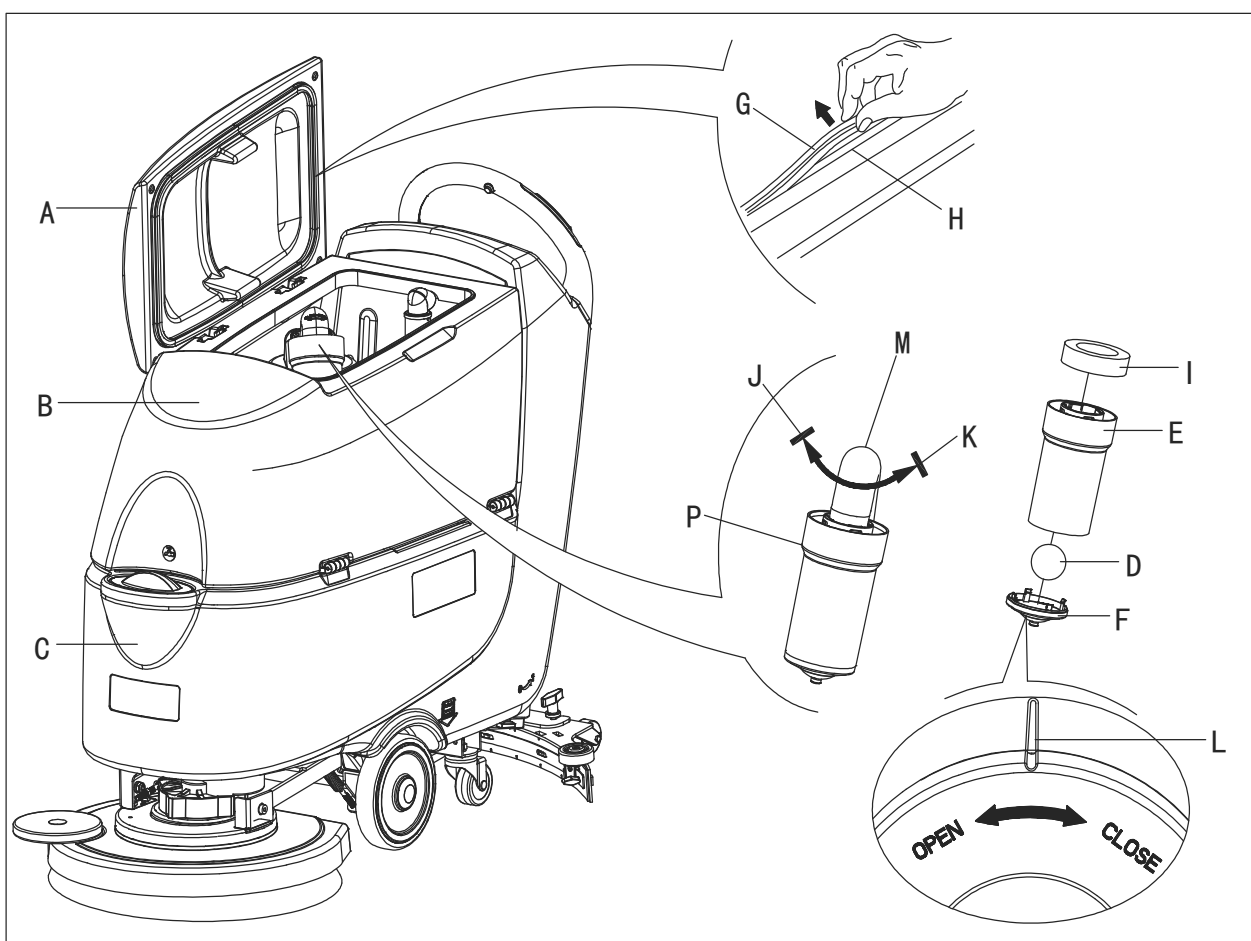

Figura 23
7. Verificați dacă suprafața de contact a garniturii de etanșare (G) este integră și etanșarea se realizează suficient. Dacă este necesar, scoateți garnitura de etanșare din canelura preșetuei (H) și înlocuiți-o. Asamblați noua garnitură de etanșare așa cum se vede în (Figura 23), îmbinarea trebuie să se facă în zona din mijloc.
8. Închideți capacul rezervorului de recuperare (A).